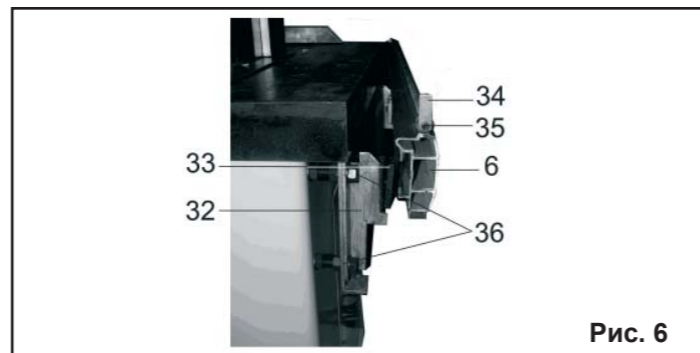

Рис. 6
8.2.2. Выкрутите болт (35), снимите ограничитель (34), на направляющей (6) установите подвижный рабочий стол (8), установите ограничитель (34) на прежнее место и зафиксируйте, как показано на Рис. 6, болтом (35).